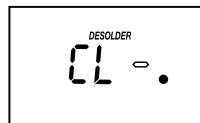

Рис. 1
2. Нажмите и удерживайте функциональную кнопку около 2 секунд. На дисплее отобразится значение, показанное на Рис. 1.
2. Нажмите и удерживайте функциональную кнопку термофена около 2 секунд. На дисплее отобразится значение, показанное на Рис. 1.